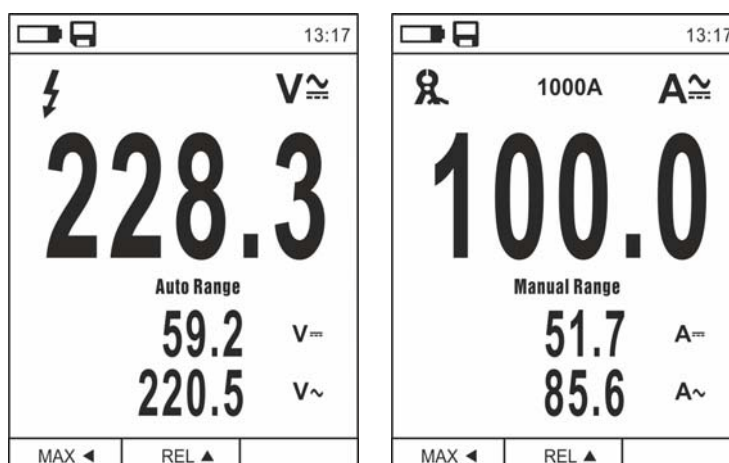

Fig. 6: Descrição da medição de tensões e correntes CA+CC
2. Premir o botão **MODE** selecionando as modalidades “ V_{AC} ”, “ A_{AC} ”, “ mA_{AC} ” ou “ μA_{AC} ” (ver Fig. 6)